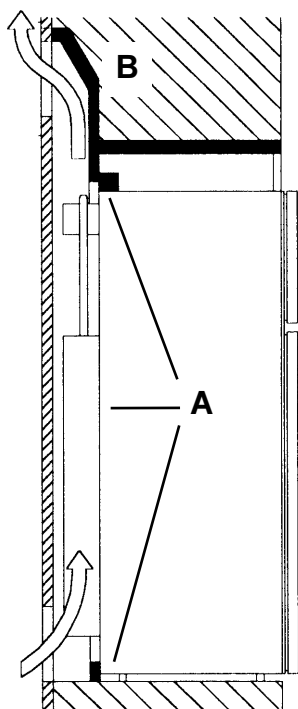

Fig.1
Inserire la placca di scarico (B), equipaggiata con le guarnizioni (A) di materiale pesante e non infiammabile, nelle rientranze di installazione (vedere anche fig. 1).
Inoltre, la placca di scarico (B) con le guarnizioni (A) deve isolare il frigorifero dall'area abitabile (fig. 1,4).